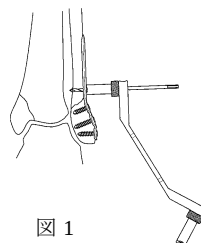

図 1
1) 2.5 ドリル DCP ポジショナ又は 2.5 ドリルガイドを用いて、イメージインテンシファイヤー（X 線透視）を確認しながら、2.5 ドリルにてドリル先端が反対側皮質から 2mm 程突出するまでドリリング（図 1）した後、3.5 コーティカル用デプスゲージの先端フックを反対側皮質に引っ掛け、スケールを読み取ります。